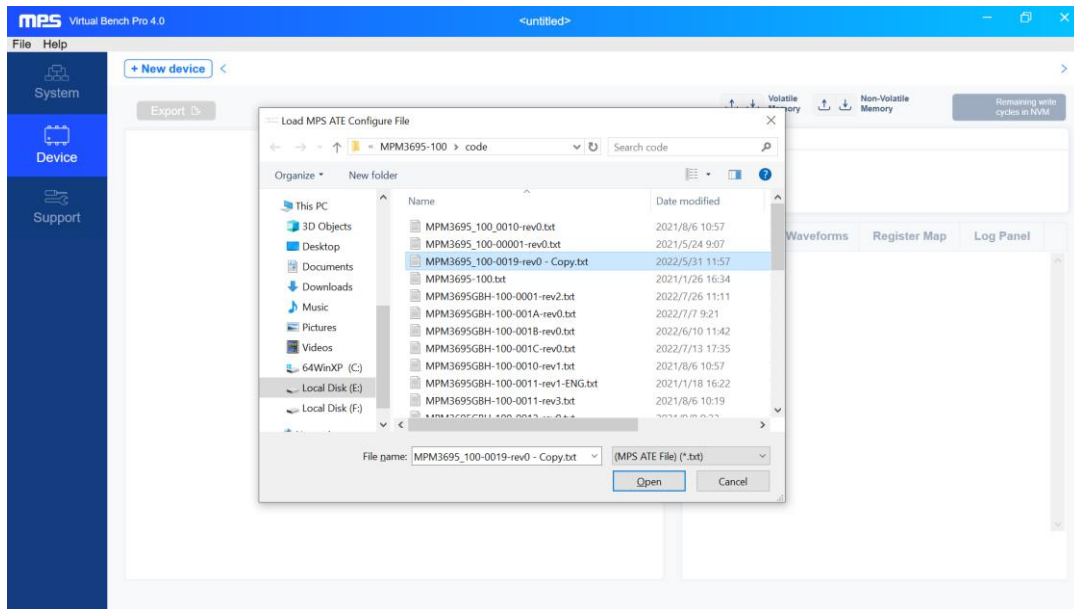

图 15: 打开 ATE 文件
1. 点击 File → Import ATE File，选择需要导入的 ATE 文件并打开(图 15)。